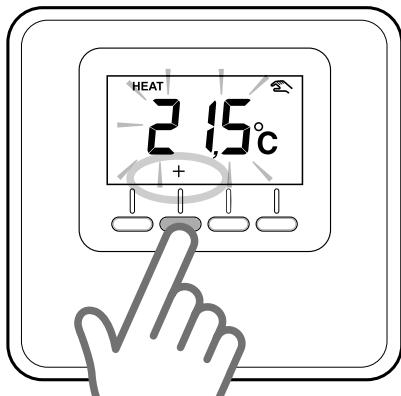

Fig. 5
Apăsați tastele de reglare "+" sau "-", pentru a seta valoarea de temperatură a mediului dorită (Fig. 5). Apăsați tasta "OK" pentru a confirma.
- Apăsați tastele “+” sau “-” pentru a alege zona de atribuit. (Fig. 5)